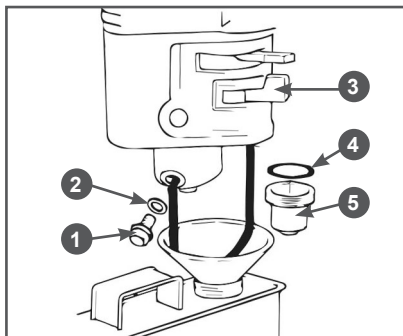

Рис. 19 Обслуживание фильтра-отстойника
1. Установите рычаг топливного крана 3 (Рис. 19) в положение «ЗАКРЫТО».
3. Открутите болт 1 сливного отверстия и слейте топливо из поплавковой камеры карбюратора (Рис. 19).
4. Открутите стакан отстойника 5, вылейте из него топливо в заранее подготовленную емкость (Рис. 19).
1. Слейте топливо из топливного бака и карбюратора (Рис.19).